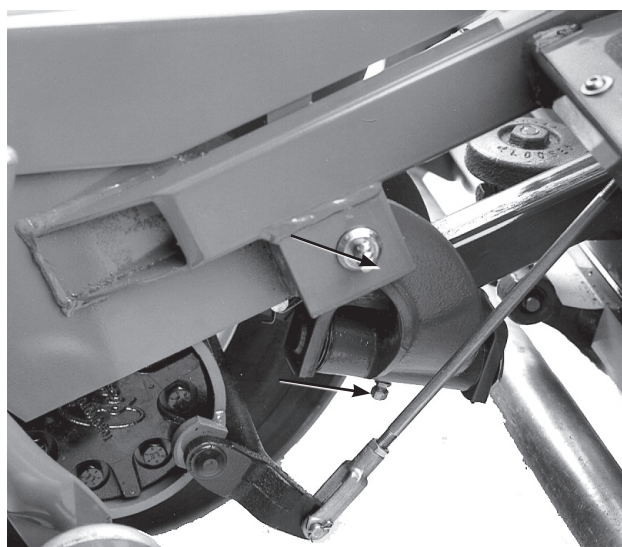

図29
- 昇降アームのピボット（3か所）とピボット・ヒンジ（3か所）（図29）